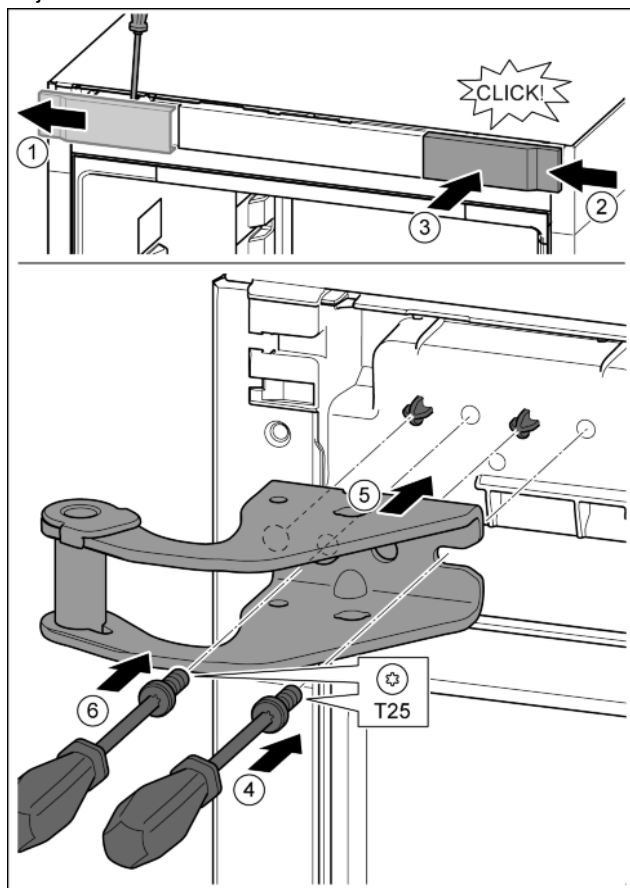

Fig. 13
- Šroubovákem uvolněte kryt a sejměte směrem na stranu. Fig. 13 (1)
- Kryt otočený o 180° zavěste na druhé straně zprava. Fig. 13 (2)
- Zaklapněte kryt. Fig. 13 (3)
- Šroubovákem T25 nasad'te šrouby. Fig. 13 (4)
- Nasad'te horní stojan ložiska. Fig. 13 (5)
- Utáhněte šroub. Fig. 13 (4)
- Šroubovákem T25 vložte šroub a utáhněte. Fig. 13 (6)